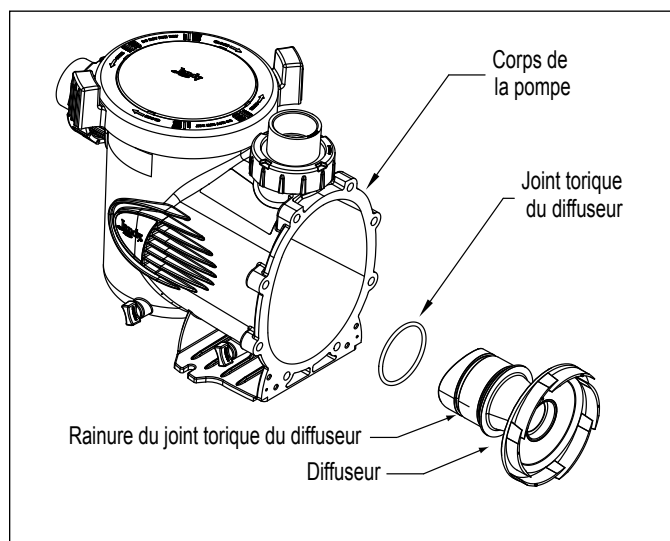

Figure 16. Vue éclatée du corps de la pompe et du diffuseur
6. Remettre les deux (2) petites vis à tête cruciforme. Serrer les vis pour appuyer le diffuseur contre la plaque arrière du moteur.
7. Pour aider à prévenir les fuites d'air dans le circuit, s'assurer que le joint torique du diffuseur, la rainure du joint torique et le joint torique sont propres et exempts de débris. Si on a enlevé le diffuseur du joint torique, s'assurer de l'installer sur la gorge d'où il a été enlevé. (Voir la Figure 16.) Si de la graisse est utilisée pour retenir le joint torique, **elle** doit être à base de silicone. **Ne pas employer de graisse à base de pétrole.** Cela détruira le joint torique.
Pour commander ou acheter des pièces pour les pompes de Jandy Pro, veuillez communiquer avec votre concessionnaire Zodiac® le plus près. Vous pouvez également communiquer avec le support technique de Zodiac au +1 (800) 822-7933. Se référer à la Figure 16 pour le modèle de la série Jandy Pro ePump.